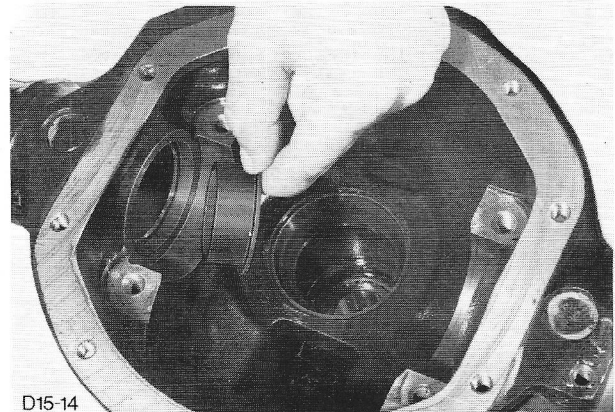

Fig.50 Lagerklemringen aanbrengen.
31. Breng de lagerklemringen voor spindel 15-021 in de achterbrug aan en breng het satellietenhuis samen met de lagercups op hun plaats (fig.50).